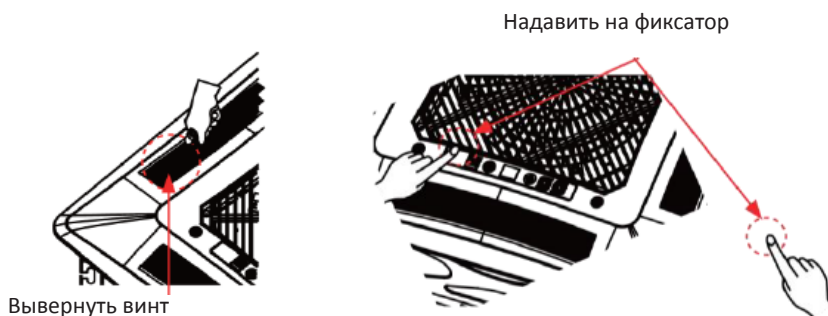

Рис. 4.4.4
(1) Отсоединить угловую заглушку панели; на одном из углов найти отметку "piping side". Присоединить панель так, чтобы отметка совпадала с направлением вывода трубок, как показано на рис. 4.4.4.